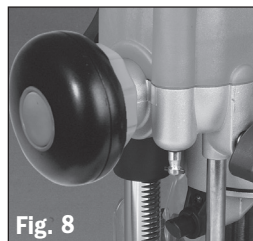

Fig. 8
1. Le regolazioni di profondità con affondo con impugnatura girevole possono essere effettuate quando il pulsante di selezione della modalità di affondo è a filo con l'impugnatura. Se è bloccato, premere il pulsante di selezione della modalità di affondo all'interno per farlo uscire a filo dell'impugnatura. Controllare che la leva di blocco affondo sia sbloccata **Fig. 8**.